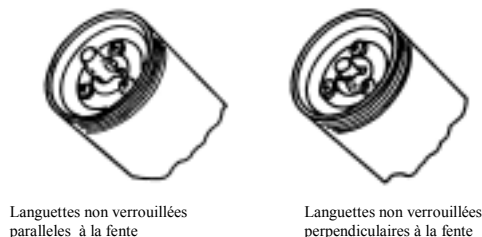

Fig 4
- 1) Dévisser le cylindre et «verrouiller» le poussoir (voir Fig 4).
- 1) «Verrouiller» le poussoir à la tige du poussoir (voir Fig 4).
Important – le poussoir doit être «verrouillé» à la tige (voir fig.4).